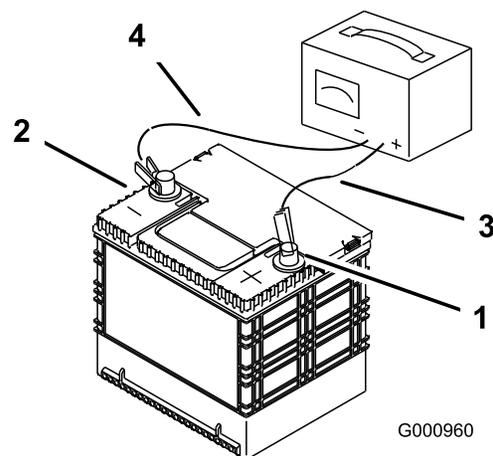

Рисунок 27
2. После полной зарядки аккумулятора отсоедините зарядное устройство от электророзетки и штырей аккумулятора (Рисунок 27).